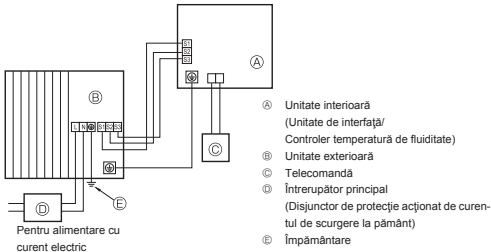
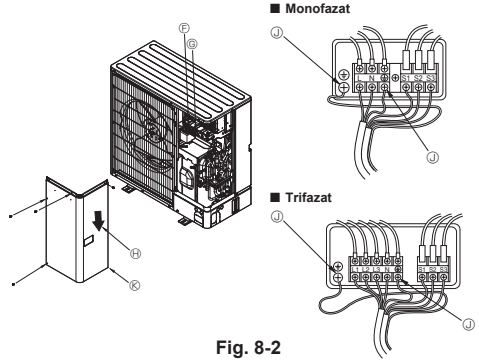

Fig. 8-1
Fig. 8-2
8.1. Unitatea exterioară (Fig. 8-1, Fig. 8-2)
- 2 Conectați cablurile respectând instrucțiunile din Fig. 8-1 și Fig. 8-2.